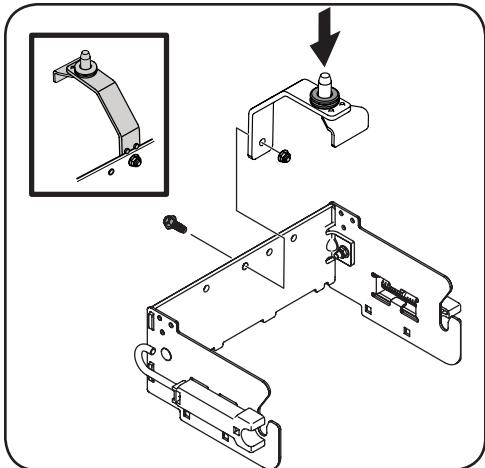

Figura 2-2
3. Voltee la unidad de la ménsula y Monte la unidad de soporte del pasador de enganche (ref. N.º 2) en el orificio central de la ménsula de soporte trasera con el tornillo hexagonal (ref. N.º 10) y la tuerca de seguridad con brida (ref. N.º 12). Consulte la Figura 2-2.
4. Coloque la arandela aislante de goma en la chaveta que ubicada en la parte inferior de la unidad de la ménsula de soporte. Consulte el recuadro en la Figura 2-2.